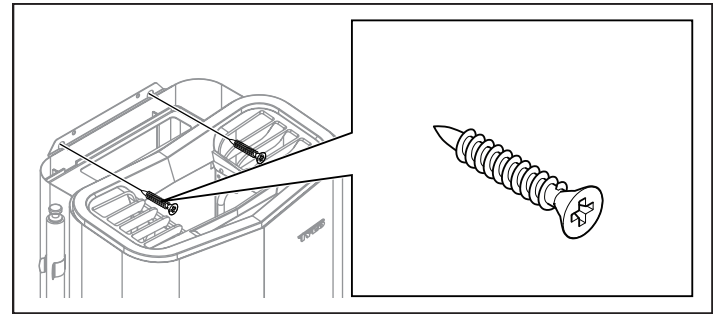
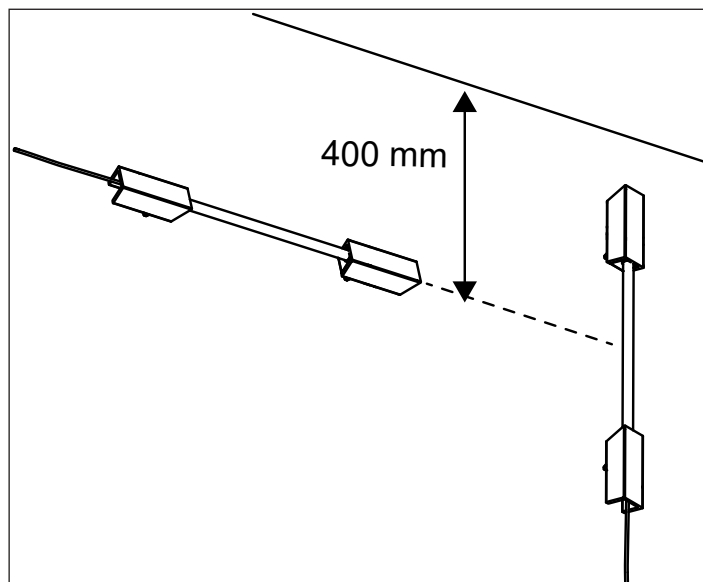
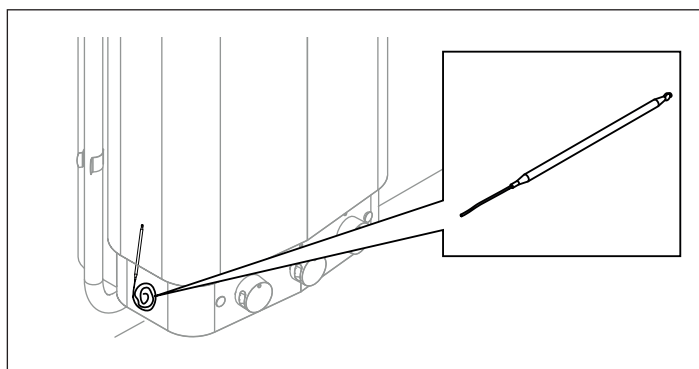

Fig 12: Konsolens låsskruvar
Fig 17: Temperatursensorn
Fig 18: Hitta temperatursensorn
10. Lås aggregatet på plats med två låsskruvar (se Fig 12).
Skjut in temperatursensorn (hittas på sidan av aggregatet, se Fig 18) och sätt på profilerna. Fäst kapillärröret med clipsen (2) och dycket (3) (se Fig 12). Sensorn kan placeras antingen vertikalt eller horisontellt, se fig 17
Vid inkoppling till spänningar eller fas-tal, som inte anges i kopplingschema Fig 17, kontakta TylöHelo kundservice.